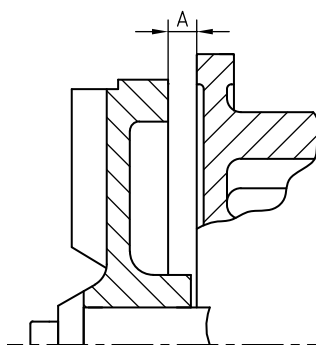

Figura 18: Reglajul rotorului FREM.
- 2 Reglați rotorul la dimensiunea **A** dintre spatele rotorului și capacul intermediar. A se vedea figura 18 și Tabelul 7 de mai jos. Utilizați de preferință 2 rigle graduate.